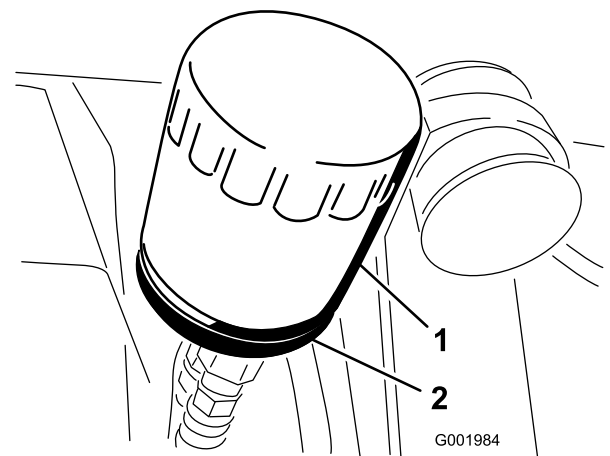

Bild 48
2. Entfernen Sie den Ölfilter (Bild 48).
5. Setzen Sie den Ersatzölfilter auf den Anbaustutzen auf. Drehen Sie den Ölfilter nach rechts, bis die Gummidichtung den Anbaustutzen berührt. Ziehen Sie ihn dann um eine weitere 1/2 Umdrehung fester (Bild 48).